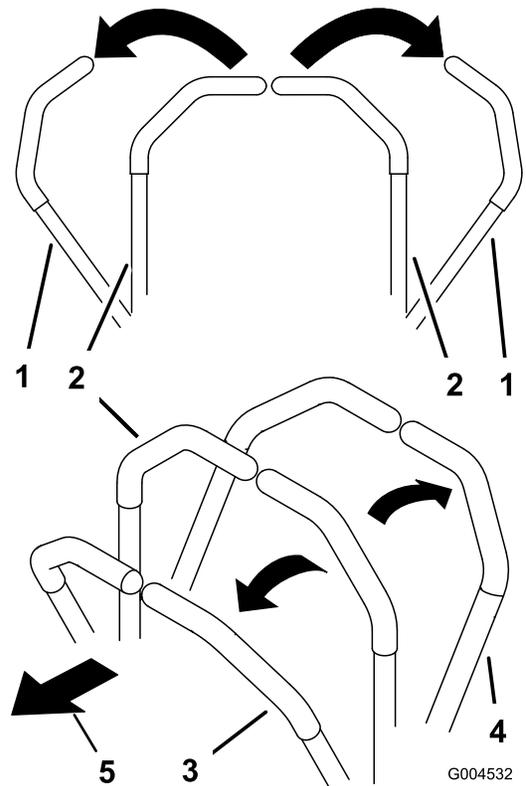

Figura 17
1. Mueva las palancas de control de movimiento (Figura 17) hacia fuera, a la posición de BLOQUEO/PUNTO MUERTO.
3. Para ir hacia adelante, empuje lentamente las palancas de control de movimiento hacia adelante (Figura 17).
Para ir recto, aplique la misma presión a ambas palancas de control de movimiento (Figura 17).
Para girar, mueva la palanca de control de movimiento hacia punto muerto en el sentido en el que desea girar (Figura 17).
2. Para ir hacia atrás, tire lentamente de las palancas de control de movimiento hacia atrás (Figura 17).
Para girar, deje de empujar la palanca de control de movimiento del lado al que desea girar (Figura 17).